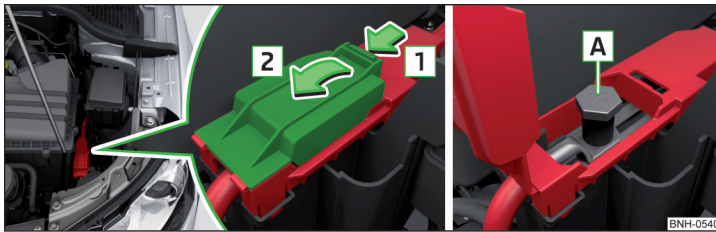

Abb. 165 Pluspol bei Fahrzeugen mit der Fahrzeugbatterie im Gepäckraum
Der Pluspol **A** befindet sich unter einer Abdeckung im Motorraum » Abb. 165.
- Die Pluspolklemme des Starthilfekabels an der Position **A** » Abb. 165 an-klemmen.